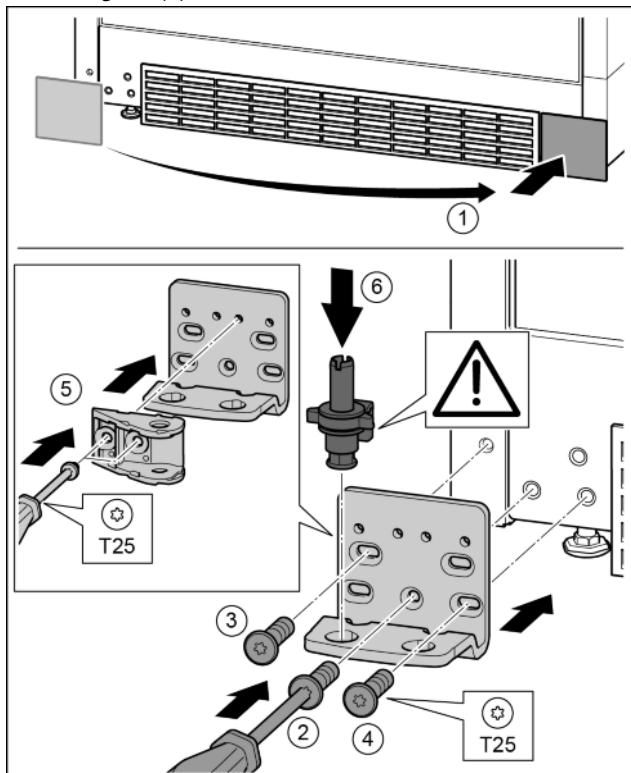

Fig. 32
- Снять крышку и поставить с другой стороны. Fig. 32 (1)
- Установить опорный кронштейн с другой стороны и прикрутить с помощью отвертки T25. Начинать с винта 2 в центре. Fig. 32 (2)
- Затянуть винты 3 и 4. Fig. 32 (3, 4)
- Повернуть соединительный элемент амортизатора закрывания дверей на 180°. Прикрутить с другой стороны опорного кронштейна с помощью отвертки T25. Fig. 32 (5)
- Снова установить опорный палец в сборе. При этом следить за тем, чтобы выступ фиксатора был направлен назад. Fig. 32 (6)